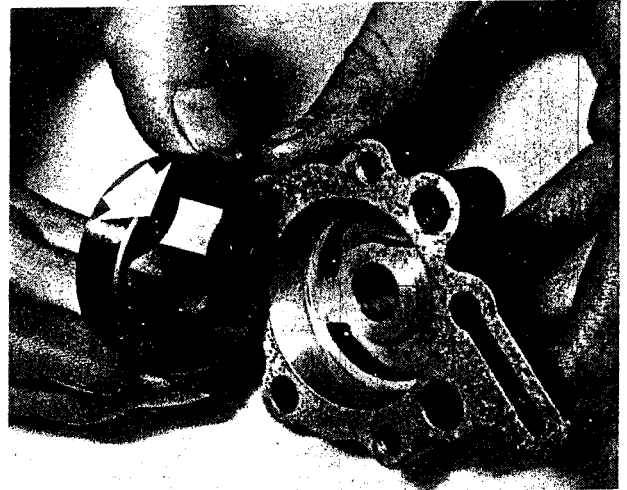

Bild 197
- Beide Läufer einsetzen und das Spiel zwischen dem Aussenläufer und dem Pumpengehäuse mit Fühlerlehren messen. Falls das Spiel die Verschleissgrenze von 0,35 mm übersteigt, müssen Läufer oder Gehäuse ersetzt werden, je nachdem, welche Teile abgenutzt sind. Ebenso das Spiel zwischen Innen- und Aussenläufer mit Fühlerlehren messen. Falls die Verschleissgrenze von 0,10 mm überschritten wird, müssen beide Teile ersetzt werden (Bilder 198, 199). Eine Seite des Aussenläufers ist mit einer Körnermarkierung versehen (Bild 197), die beim Zusammenbau und bei den Messungen auf der vom Gehäuse abgewandten Seite liegen muss. Mit eingesetzten Läufern ein Lineal über die Dichtfläche des Pumpengehäuses legen und mit einer Fühlerlehre das Spiel zwischen Läufer und Lineal messen. Falls das Spiel 0,10 mm übersteigt, müssen beide Läufer satzweise ersetzt werden.